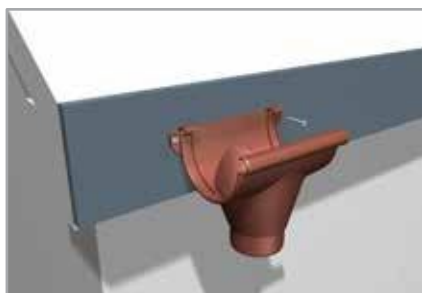

Fig. 4
- 1.10 Bij het Galeco PVC-systeem worden de uitlaat en de aansluitingen stevig aan het boeiboord bevestigd met behulp van speciale beugels (of met behulp van een balkplanksteun), wat het systeem stabiliseert en de goot het enige flexibele element maakt (Fig. 4)